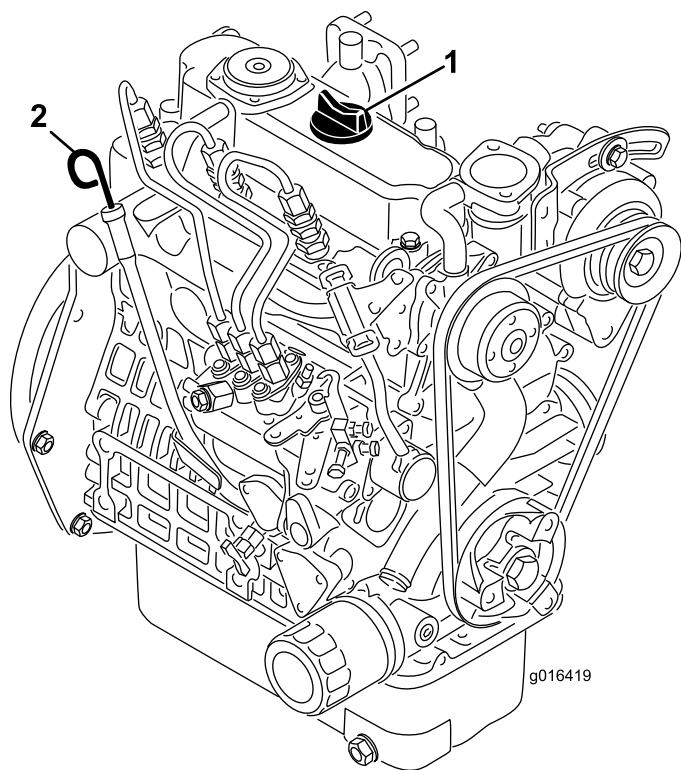

Figura 22
2. Retire la varilla y límpiela con un paño limpio (Figura 22). Introduzca la varilla en el tubo asegurándose de que entre a fondo. Retire la varilla del tubo y verifique el nivel de aceite. Si el nivel de aceite es bajo, retire el tapón de llenado de la cubierta de la válvula y añada **lentamente** suficiente aceite para elevar el nivel a la marca "Full" (Lleno) de la varilla. Añada el aceite lentamente y compruebe el nivel a menudo durante este proceso. **No llene demasiado.**